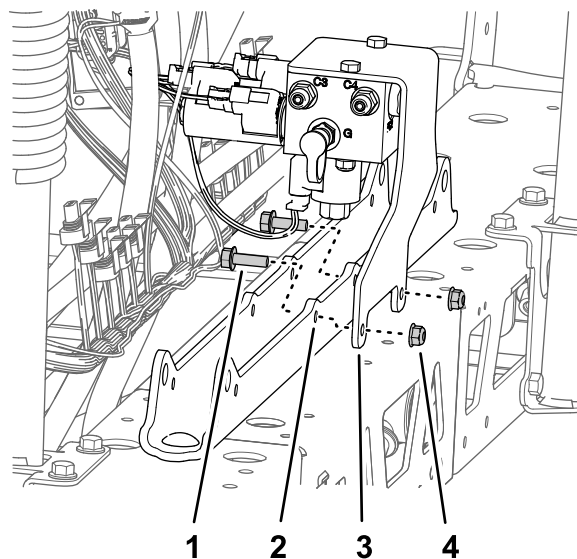

Figura 95
- A. Alinee los orificios del soporte del distribuidor de elevación con los orificios del soporte de los cilindros (Figura 95).
- B. Monte el soporte del distribuidor en el soporte de los cilindros (Figura 95) con los 2 pernos con arandela prensada (5/16" x 1") y la contratuerca con arandela prensada (5/16") que retiró en el paso 1 de Retirada del distribuidor de